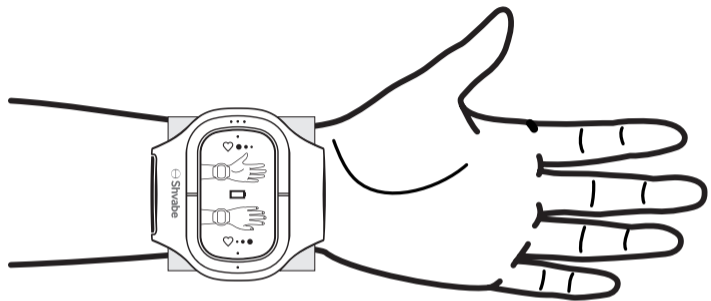

Рис.4. Положение электростимулятора на зоне MC-6 для пациентов с высоким артериальным давлением
12.7.1. Зона МС-6 – зона воздействия для пациентов с высоким артериальным давлением (Рис.4).